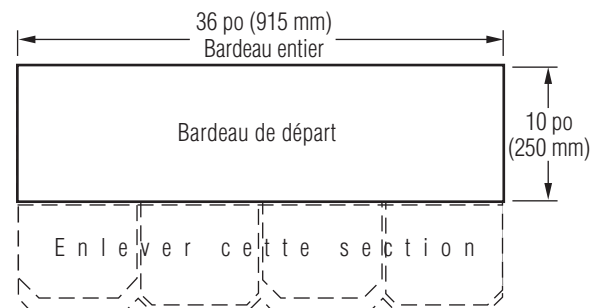

Figure 16-7 : Fabriquer les bardeaux de départ en enlevant 8 po (203 mm) au bas des jupes.
- ◆ Pour les bardeaux Carriage House, le rang de départ se compose de bardeaux Carriage House dont la section inférieure de 8 po (20,3 cm) a été retranchée. La façon la plus facile de procéder pour couper la section inférieure consiste à tailler le bardeau en ligne droite sur toute sa longueur tout juste au-dessus de la ligne de jonction des jupes (figure 16-7).